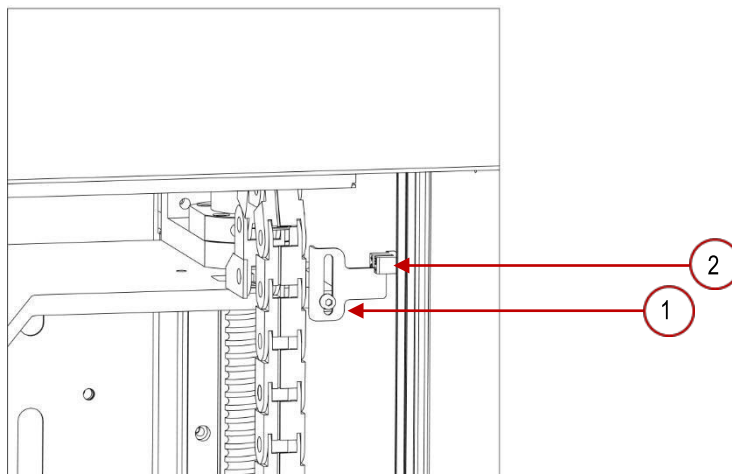

Рис. 8 1. Выключатель оси Z / 2. Концевой упор оси Z
- Убедиться, что выключатель светового пучка концевого упора оси Z (рис. 8) не поврежден, не сломан и не согнут и что он совпадает с концевым упором оси Z (совмещен с пазом концевого упора).